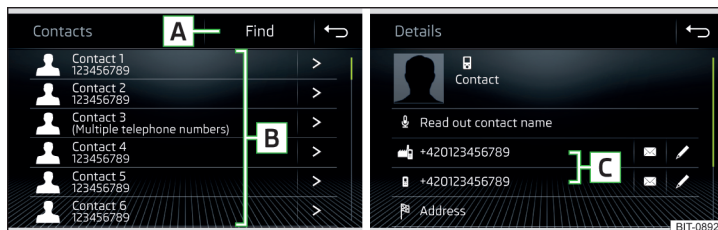

Fig. 203 Liste des contacts téléphoniques/détails du contact
- ▶ Dans le menu principal *Téléphone*, appuyez sur la touche de fonction , une liste des contacts téléphoniques s'affiche » fig. 203.